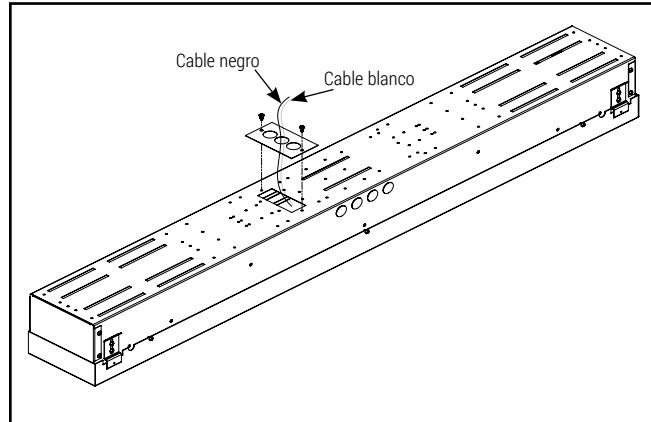

Figura 3.
2. Utilizando el orificio ciego de 0,875 in en la placa de acceso, introduzca el interruptor de la fuente de alimentación. (Figura 3)